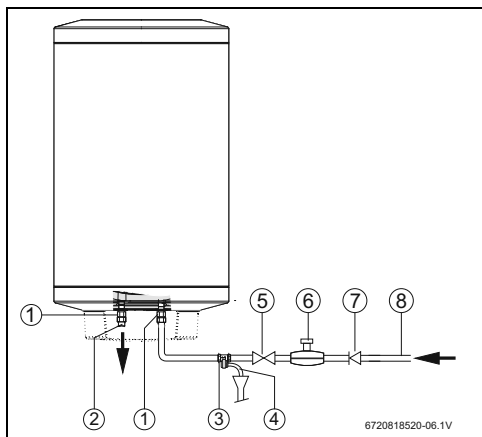

Рис. 11 Подключение воды
Для предотвращения неисправностей, вызванных неожиданными колебаниями давления в водопроводной сети, рекомендуется установить перед баком обратный клапан (рис. 11, [7]).
- ▶ Установите предохранительный клапан на подводе холодной воды к баку (рис. 11).
Если давление воды превышает 80 % от максимально допустимого давления бака (6,4 бар), то установите редукционный клапан (рис. 11).
- ▶ Закройте водопроводный кран (→ рис. 11).